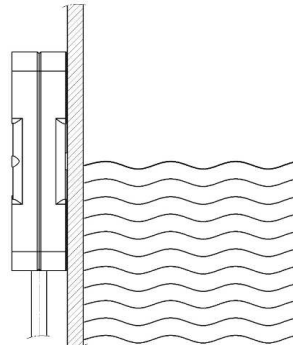

Bild 5-1: Vollabgleich zur Füllstandserkennung
1. Medium/Füllstand auf ca. 50 % Bedeckung der aktiven Fläche bringen (siehe Bild 5-1).